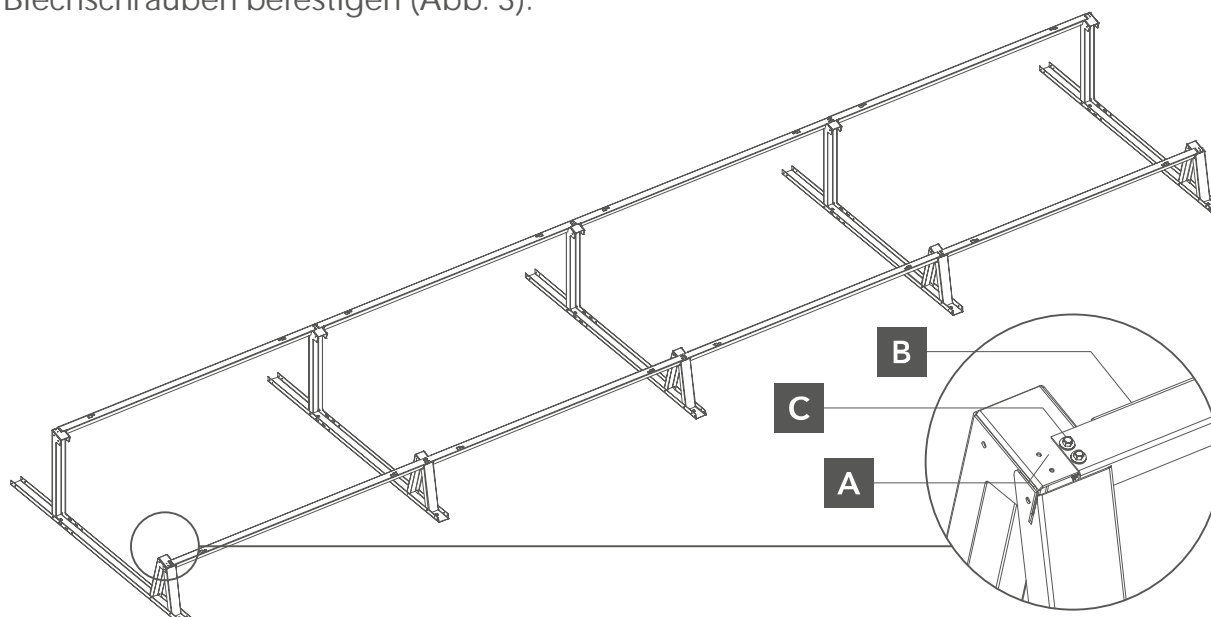

Abb. 3. Befestigung des Trägers an dem Montagetriangel
- 2** Unter die untere Basis des Montagetriangles muss man eine SBR-Gummi-Matte legen. Danach muss man die Dachlatten mit dem Montagetriangel ausrichten und mit Blechschrauben befestigen (Abb. 3).